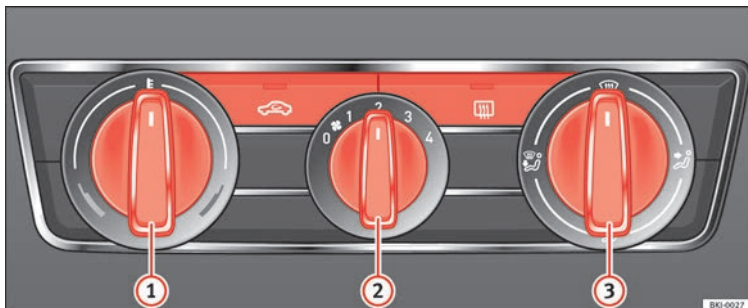

Bild 170 Uppvärmningsreglage på instrumentpanelen.
- Vrid temperaturväljaren » **bild 170 1** moturs.
- Vrid temperaturväljaren » **bild 170 1** medurs för att välja begärd temperatur.
- Vrid temperaturreglaget » **bild 170 1** medurs för att nå maxtemperatur.
- Vrid temperaturreglaget » **bild 170 1** till uppvärmningszonen.